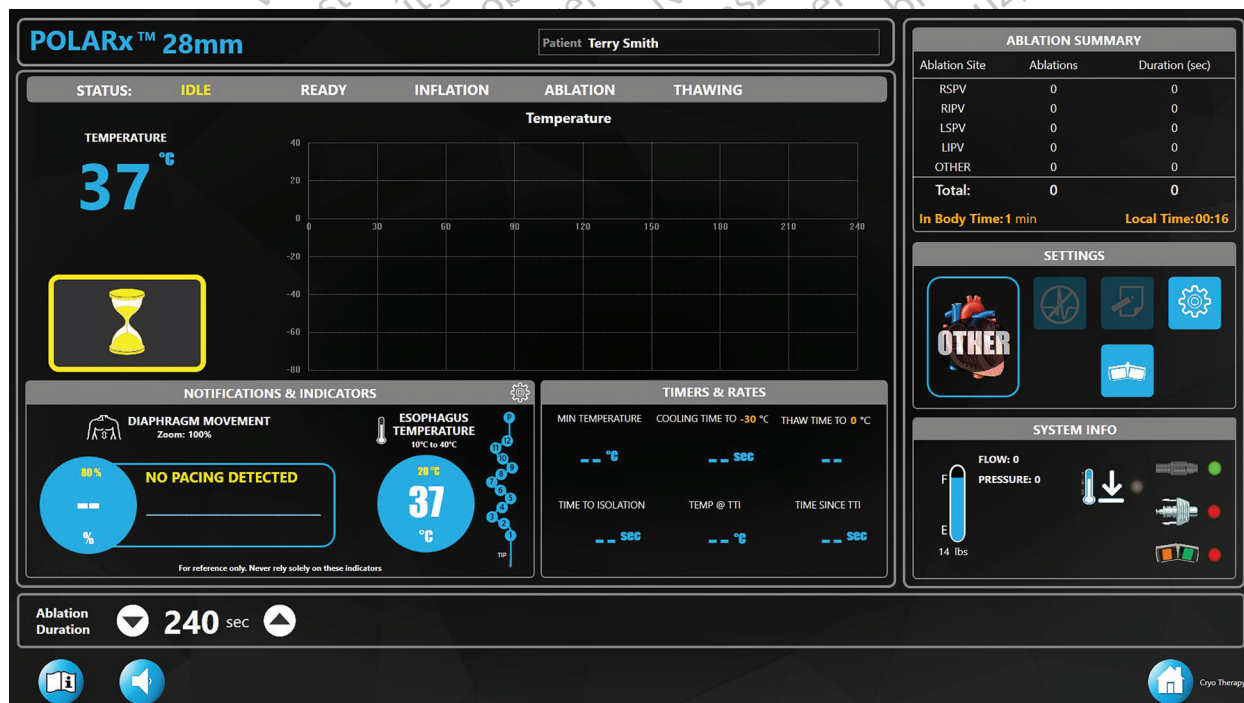
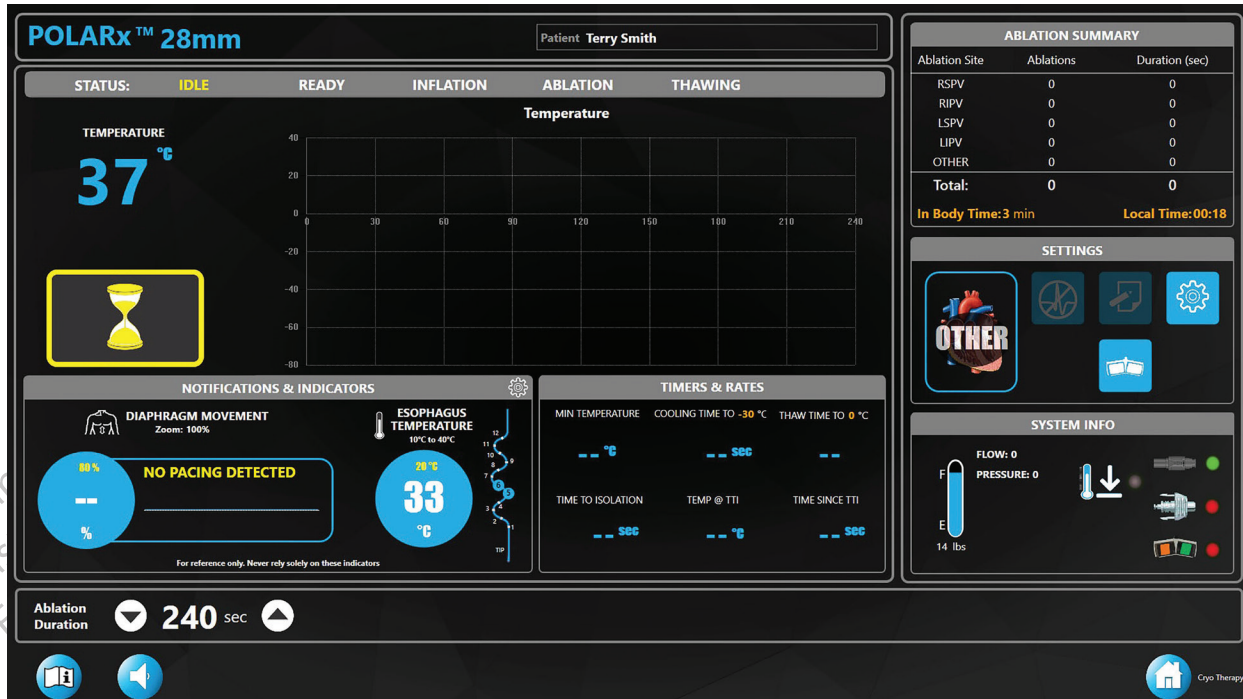

Figura 9. Sonda de temperatura esofágica CIRCA™ S-CATH
Figura 10. Sonda de temperatura esofágica CIRCA™ S-CATH: temperaturas bajas seleccionadas
- Si utiliza una sonda de temperatura esofágica CIRCA™ S-CATH, con o sin una sonda de temperatura serie 400, se mostrará automáticamente una imagen de la sonda de temperatura esofágica CIRCA™ S-CATH (Figura 9). Una sonda de temperatura esofágica CIRCA™ S-CATH típica tiene 12 sensores con algunos modelos, incluido un sensor proximal.
- La **Esophagus Temperature** (Temperatura del esófago) mostrada siempre será la temperatura más baja medida de todos los sensores. El sensor con la temperatura más baja también se resaltará en azul. A medida que la temperatura descende en las zonas afectadas, solo se resaltarán los sensores con la temperatura más baja (consulte la Figura 10). Tenga en cuenta que es posible que más de un sensor tenga la misma temperatura que en la Figura 9.